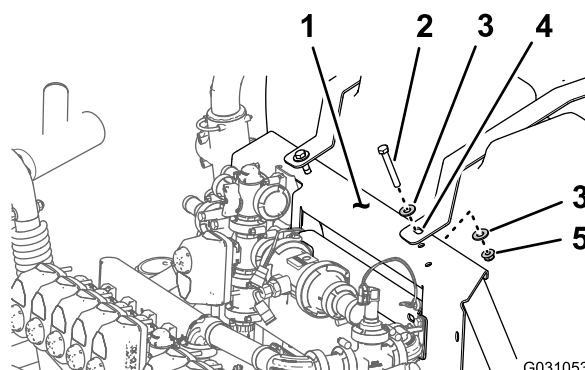

Figure 102
- A. Alignez le trou dans la sangle du réservoir de rinçage et le trou dans le support du collecteur (Figure 102).
- B. Fixez la sangle au support (Figure 102) à l'aide des 2 boulons (3/8" x 2 3/4"), des 4 rondelles (3/8") et des 2 contre-écrous
- C. Serrez le boulon et le contre-écrou à la main (Figure 102).